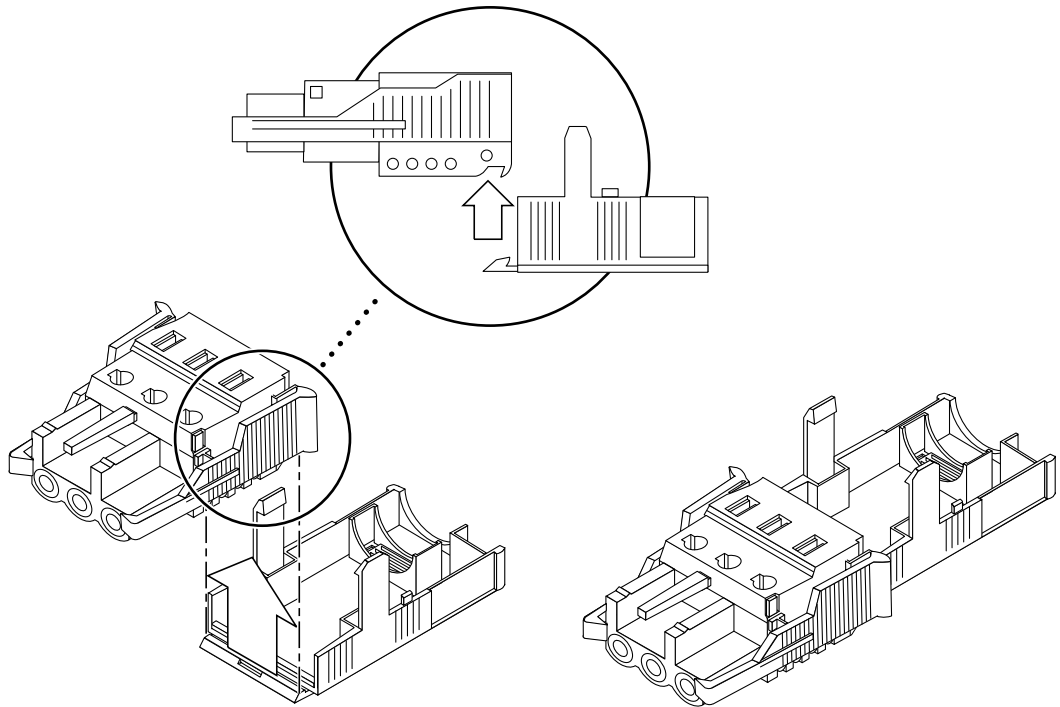

図 3-6 保護カバーの底部のはめ込み
1. DC コネクタのくぼみ部分に保護カバーの底部をはめ込みます (図 3-6 を参照)。正しくはめ込むと、カチッという音がします。